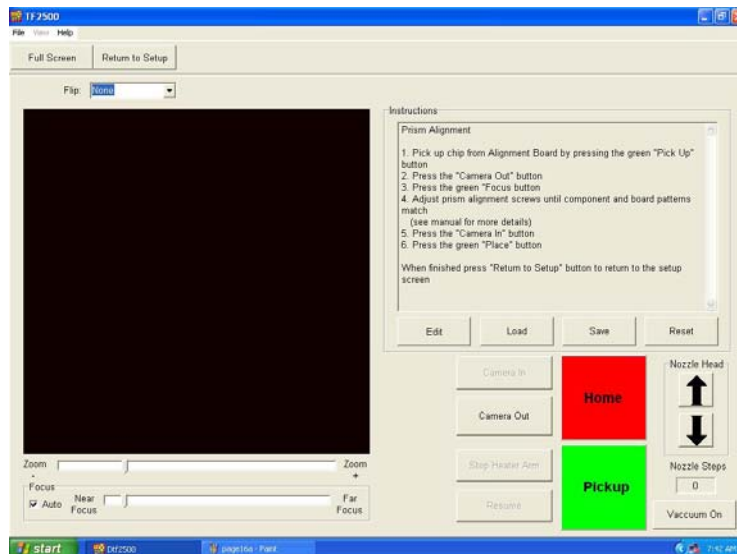

Figure 10
- iii. Le moniteur affiche alors l’écran de calibrage. (Figure 10)